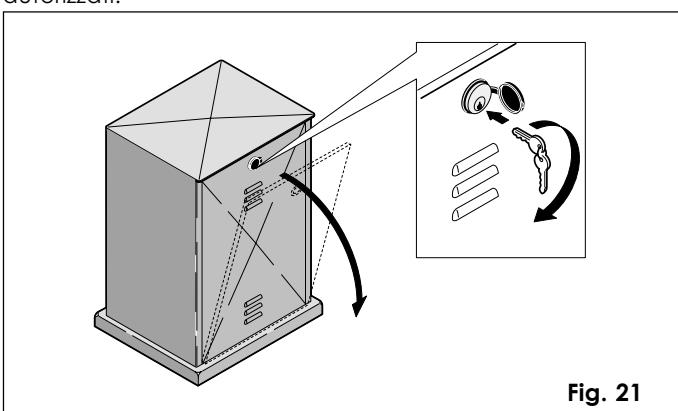

Fig. 21
- Aprire lo sportello del carter di protezione per mezzo della chiave in dotazione (vedi fig. 21).